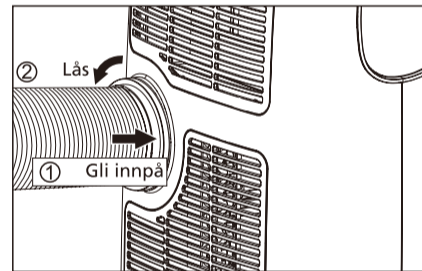

Fig. 4
- 3 Monter slangeinnløpet i enheten (Fig.4).